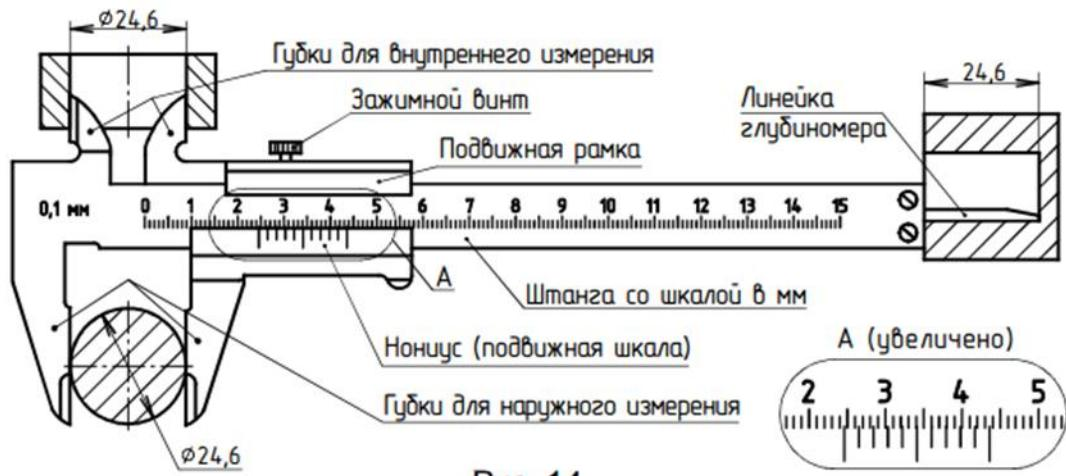

Рис.3
Для измерения наружных линейных размеров применяют штангенциркуль (рис. 3). Размеры диаметров, глубину отверстий и полостей измеряют с помощью штангенциркуля.
Штангенциркуль – один из самых распространенных инструментов измерения благодаря простой конструкции, удобству в обращении и быстроте в работе. Порядок отсчета показаний штангенциркуля по шкалам штанги и нониуса следующий (рис. 3):
– считают число целых миллиметров, для чего находят на шкале штанги штрих, ближайший к крайнему левому (нулевому) штриху нониуса, и запоминают его числовое значение (на рис. 3 это 24 мм);
– считают доли миллиметра, для чего на шкале нониуса находят штрих, ближайший к его нулевому штриху и совпадающий со штрихом шкалы штанги, и умножают цену деления ($0,1$ мм) нониуса на порядковый номер штриха нониуса (на рис. 3 это $0,1 \times 6 = 0,6$ мм);
- подсчитывают полную величину показания штангенциркуля, для этого складывают число целых миллиметров и долей миллиметра (на рис. 3 это $24 \text{ мм} + 0,6 \text{ мм} = 24,6 \text{ мм}$).